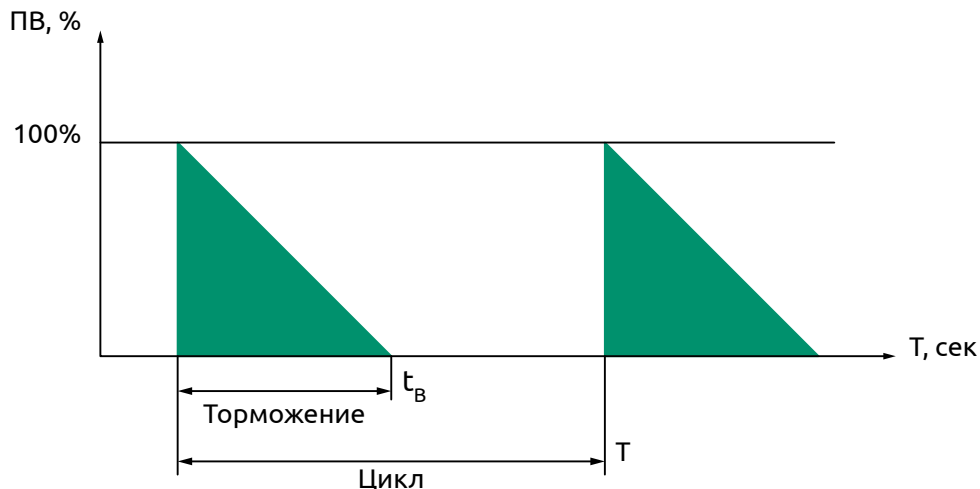

Рисунок 32 - Определение ПВ% тормозного резистора
- 1) Величина ПВ% тормозного резистора определяет минимальный период торможения, при котором произойдет полное рассеивание тепла на тормозных резисторах, выделившегося в процессе торможения (см. рисунок 32). Рекомендуемое время цикла 1 минута.